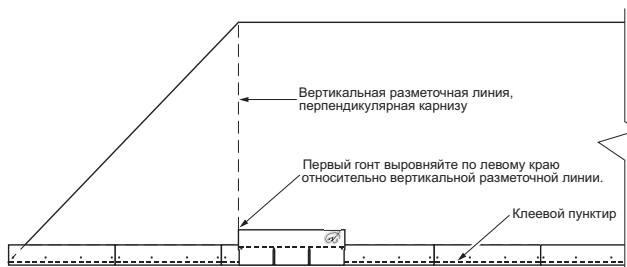

Рисунок 2. Установка первого гонта первого ряда кровли.
1. Установите первый кровельный гонт, выровняв его по левому краю относительно вертикальной разметочной линии (Рисунок 2).
его по левому краю относительно вертикальной разметочной линии. (Рисунок 2).